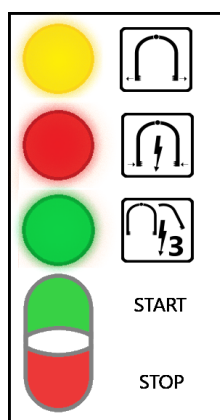

Abb. 3 Signalleuchten.
Bevor dem Einsetzen, Herausnehmen oder beim Transport der mit der **Betäubungseinheit VBE-M** (1) verbundenen Zangen in der Karre, ist die **Betäubungseinheit VBE-M** (1) mittels der Taste STOP am Hauptschalter START/STOP auszuschalten (siehe: **Abb. 3**).